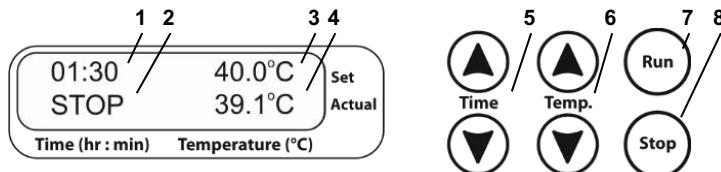
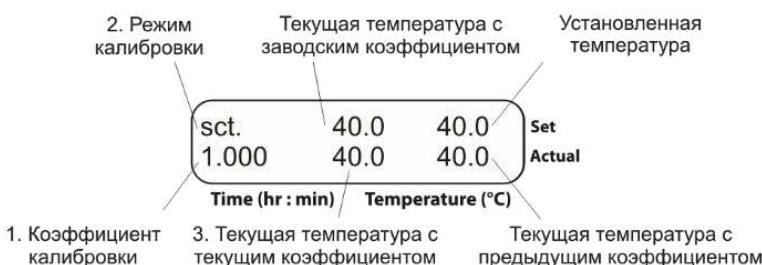

Рис. 1. Панель управления
Рис. 2. Панель управления в режиме калибровки
- Установка температуры.** Кнопками ▲ и ▼ Temp. (рис. 1/6) установите необходимую температуру (рис. 1/3). Если кнопка установки удерживается нажатой более 2 секунд, скорость смены значений увеличивается.
- Начинается нагрев термоблока. Текущие показания температуры отображаются в нижней строке дисплея (рис. 1/4).
Кнопками **▲** и **▼ Time** (рис. 1/5) установите необходимое время термостатирования образцов в часах и минутах (hh:mm). Если кнопка установки удерживается нажатой более 2 с, скорость смены значений увеличивается. Установленное значение времени отображается в верхней строке дисплея (рис. 1/1).
5.7. Нажмите кнопку **Run** (рис. 1/7), при этом включается таймер. Отсчет установленного интервала времени отображается в нижней строке дисплея (рис. 1/2). По истечении установленного интервала времени таймер подает звуковой сигнал, при этом на дисплее отображается мигающая индикация **STOP**. Нажмите кнопку **Stop** (рис. 1/8) для прекращения сигнала.
Внимание! При остановке таймера не прекращается процесс нагрева/ поддержания установленной температуры. Для прекращения нагрева необходимо кнопкой **▼ Temp.** (рис. 1/6) установить значение температуры ниже 25°C (индикация OFF на дисплее, рис. 1/3).
- 6.2. Для введения калибровочного коэффициента держите нажатой клавишу **Stop** (рис. 1/8) дольше 8 с для входа в калибровочный режим. На дисплее появится калибровочный коэффициент, как показано на рис. 2/1.
- 6.3. **Восстановление заводских установок.** Чтобы восстановить заводские установки, с помощью кнопок **▲** и **▼ Temp.** (рис. 1/6) установите значение коэффициента 1.000, как показано на рис. 2/1. Нажмите клавишу **Run** (рис. 1/7) один раз, чтобы сохранить изменения.
- 6.4.4. Предположим, что показания независимого сенсора составляют 39°C, а текущая температура на дисплее — 40°C (рис. 1/4). В этом случае необходимо добавить коррекцию 1°C.
- 6.4.5. Держите клавишу **Stop** (рис. 1/8) нажатой более 8 с, чтобы активировать режим калибровки. Дисплей покажет параметры, изображенные на рис. 2.
6.4.6. С помощью кнопок **▲** и **▼** (рис. 1/6) измените коэффициент калибровки (рис. 3/1) так, чтобы новое значение температуры (рис. 3/2) соответствовало температуре независимого сенсора. В нашем примере коэффициент калибровки будет равен 0,974.
6.4.7. После калибровки нажмите клавишу **Run** (рис. 1/7) один раз, чтобы сохранить изменения и выйти из калибровочного режима.